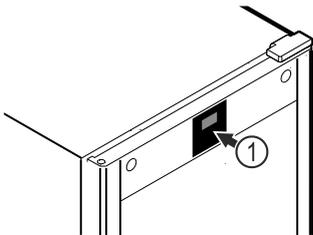

Fig. 52 Representación a modo de ejemplo
El termómetro ya viene calibrado en fábrica (desviación de +6 Kelvin). Si la temperatura interior difiere de la que se muestra en el indicador de temperatura Fig. 52 (1), puede calibrar el termómetro.